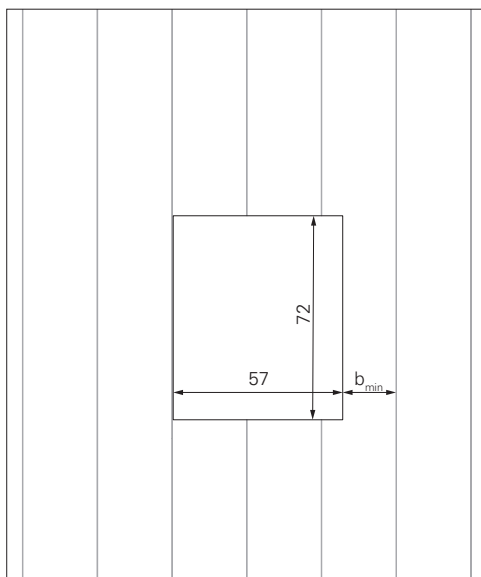

Fig. B3.01
1. Intagliare uno spazio di 57 x 72 cm nella posizione di montaggio. (Fig. B3.01)